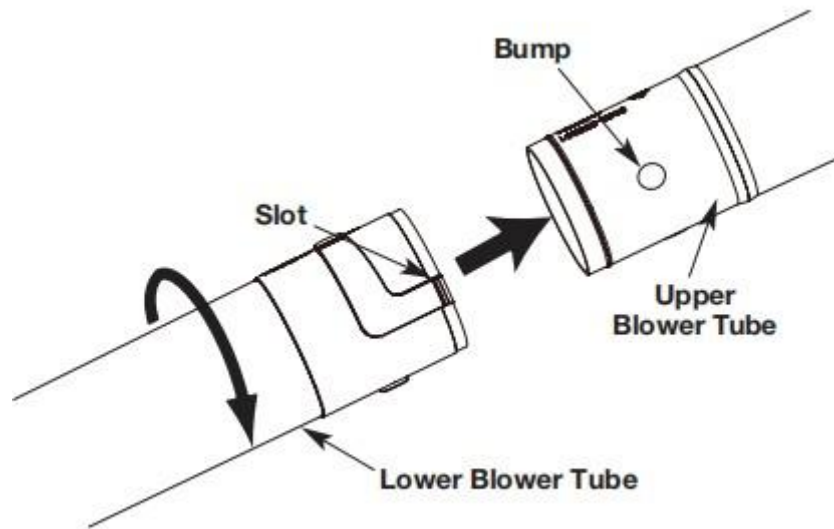

Fig. 2
- Richten Sie die Schlitze am unteren Gebläserohr an den Erhebungen am unteren Ende des oberen Gebläserohrs aus (Abb. 2).
- Montieren Sie das untere Gebläserohr auf das obere Gebläserohr (Abb. 2).
- Halten Sie das obere Gebläserohr und drehen Sie das untere Gebläserohr im Uhrzeigersinn, bis es einrastet (Abb. 2).